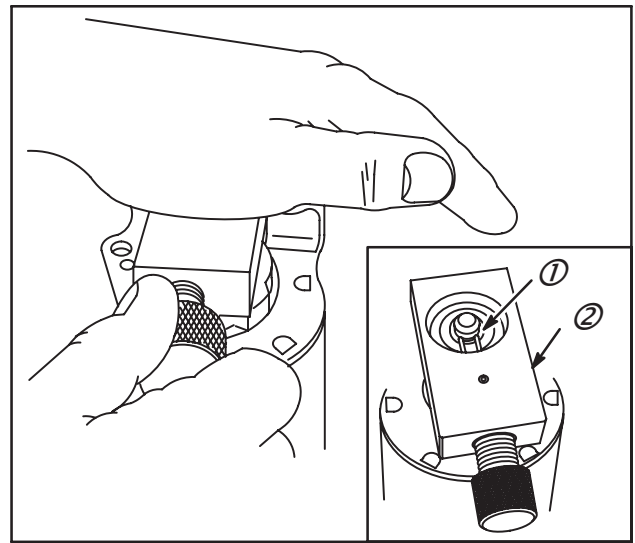

Fig. 57
1. Déposer le jonc d'arrêt en C à l'aide du démonte-jonc **Réf. : 19436**, Fig. 57. Placer le côté cylindrique de l'outil sur l'arrêt et aligner les broches d'entraînement sur l'extrémité ouverte du jonc en C. Placer la paume de la main sur le démonte-jonc. Pousser vers le bas pour compresser le ressort tout en tournant la vis dans le sens horaire. Continuer à tourner le boulon jusqu'à ce que le jonc d'arrêt en C se détache. Jeter le jonc.